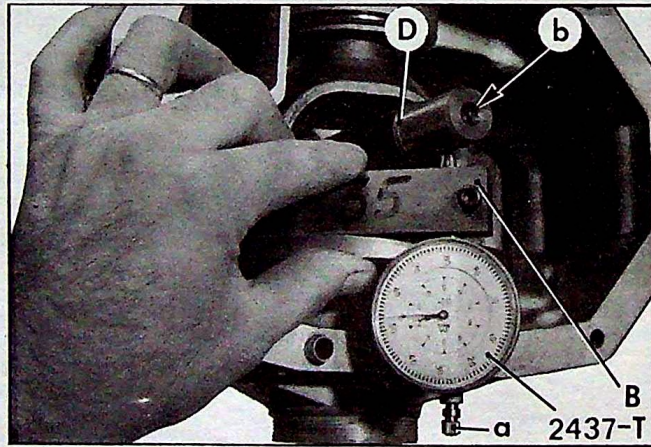

Figure 2
e) Déterminer l'épaisseur de la rondelle de réglage à placer dans le demi-carter gauche (voir figure 2)